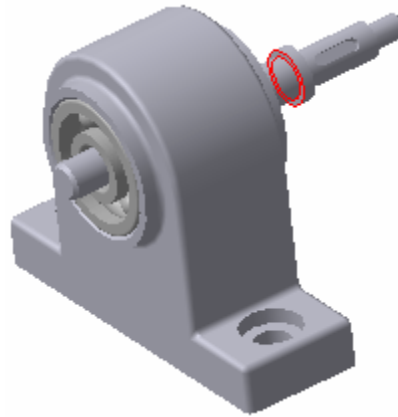

Рисунок 8.3 – Установка валу
5. Тепер задайте положення валу. Призначте зв'язок **Співвісність** поверхні валу та отвору в підшипнику і **Збіг** торцевої поверхні циліндричного паска валу і внутрішнього кільця другого підшипника (рис.8.3).